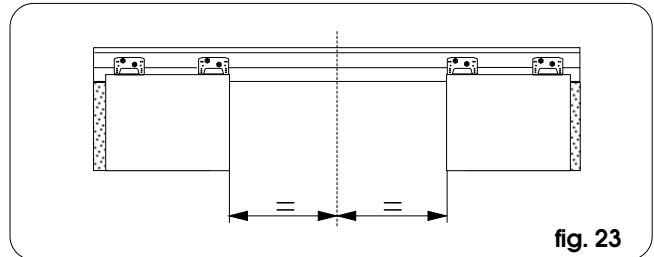

fig. 23
- ➔ Positionner les vantaux ouverts équidistants du milieu de la poutre (qui représente également le bord de fermeture) d'après la fig. 23.